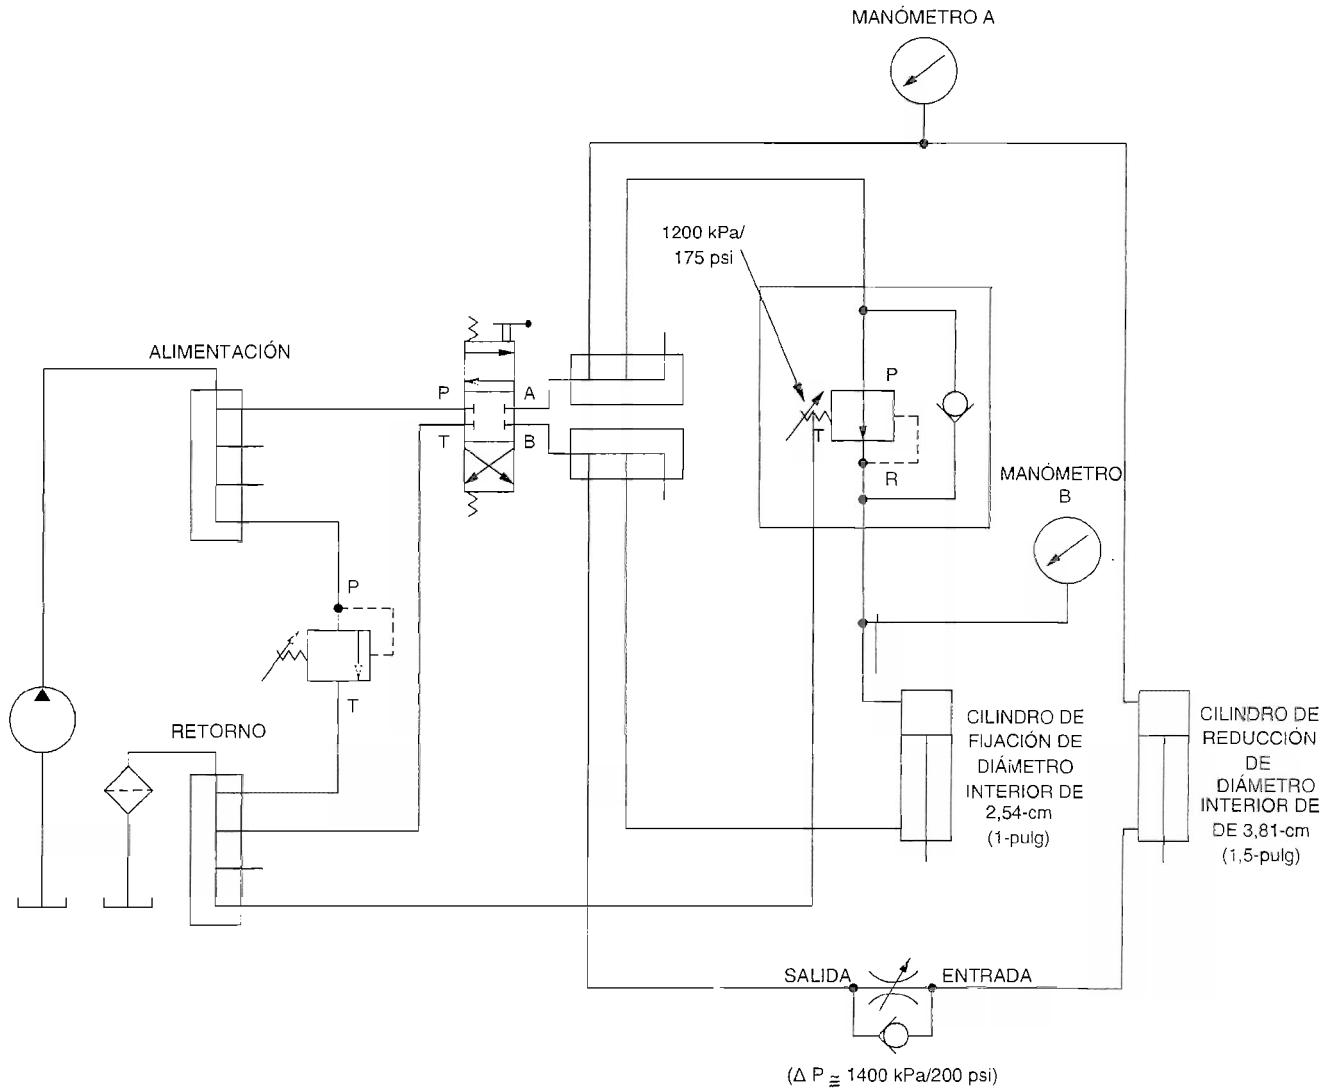

Figura 4-20. Circuito para poner a prueba la operación de un circuito de fijación y reducción.
- 22. Conecte el circuito de fijación y reducción mostrado en la Figura 4-20. En este circuito, el cilindro de diámetro interior de 2,54 cm (1 pulg) simulará un cilindro de fijación, mientras el cilindro de diámetro interior de 3,81 cm (1,5 pulg) simulará un cilindro de reducción. La presión del circuito (válvula de alivio) se ajustará a 3500 kPa (500 psi).